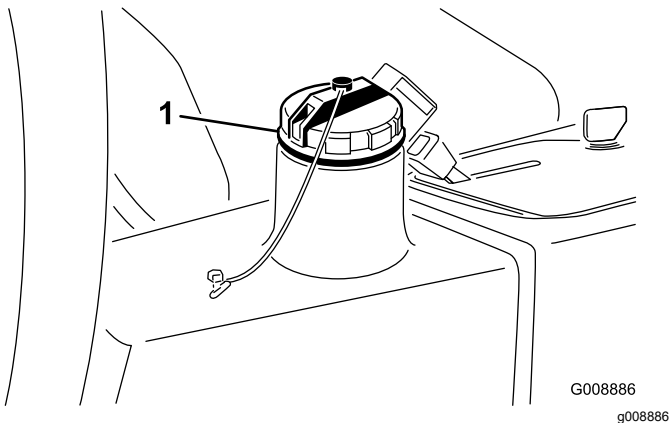

Figura 79
4. Encha o reservatório (Figura 79) com aproximadamente 13,2 litros de fluido hidráulico; consulte Verificação do sistema hidráulico \(página 51\).